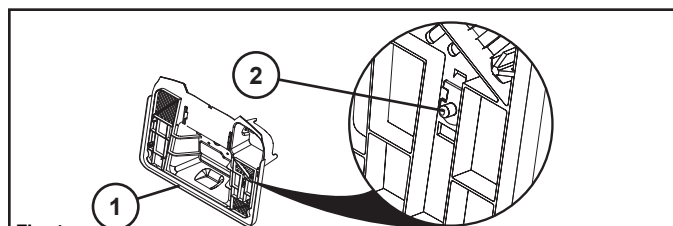

Fig. 1
- Colocando-se por trás do tractor com o ensacador retirado da placa traseira (1), identifique a área do interruptor do saco (2) (ver fig. 1).